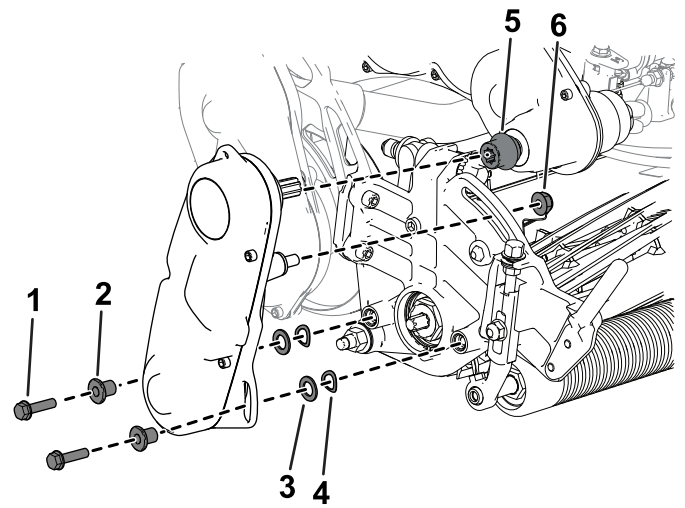

Figura 48
3. Remova o conjunto da transmissão do cilindro da unidade de corte (Figura 48) e guarde as ferragens.